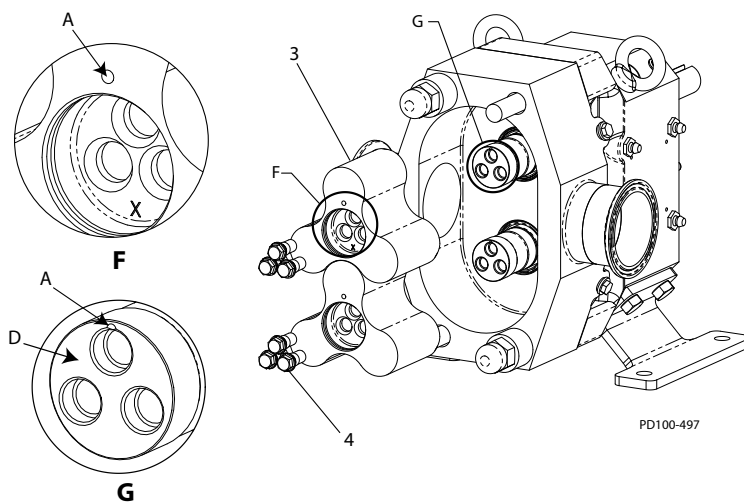

Рисунок 56 - Установка ротора
2. Лицевая поверхность вала не должна иметь отбортованных кромок или задиrow (смотрите Рисунок 56, часть G, позиция D).
3. **Повторное использование роторов:** Нанесите соответствующую смазку на уплотнительные кольца и установите ротор с отметкой на вал привода и ротор без отметки на короткий вал, делая отметку точки установки на валах для размещения ротора. (Смотрите позицию A в Рисунок 56, часть F и G.)
Установка новых роторов: Нанесите соответствующую смазку на уплотнительные кольца и установите ротор на валы, делая отметку точки установки на валах для размещения ротора. (Смотрите позицию A в Рисунок 56, часть F и G.) Поставьте отметку "X" приблизительно 3 мм в высоту на лицевой поверхности расточенного отверстия напротив отметки установки. Смотрите Рисунок 56, часть F; также смотрите Рисунок 31 на странице 29 для получения расширенного вида.
4. Установите один винт зажима (Рисунок 56, пункт 4) в отверстие около установочной отметки в каждом роторе.